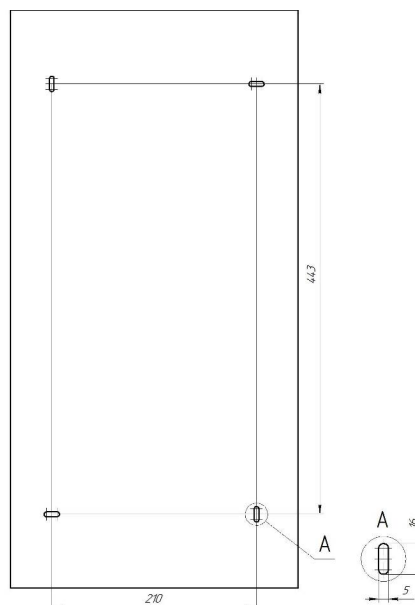

Рисунок 3. Расположение установочных отверстий на корпусе светильника Econex Office 595x295 G2 для накладного монтажа.
5.3.1. Для установки светильника необходимо повернуть торцевую панель и аккуратно снять рассеиватель. Надежно закрепить на ровной поверхности корпус светильника при помощи креплений (не входят в комплект поставки), габариты для монтажа см. рисунок 3.